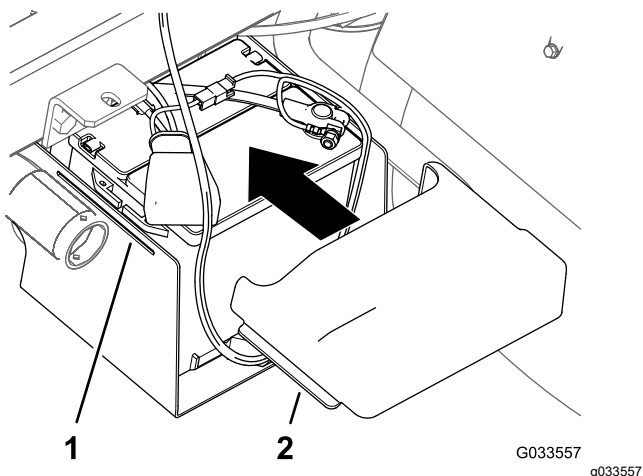

Figura 31
10. Apriete los lados de la cubierta de la batería, alinee las pestañas de la cubierta con las ranuras de la base de la batería, y suelte la cubierta de la batería (Figura 31).